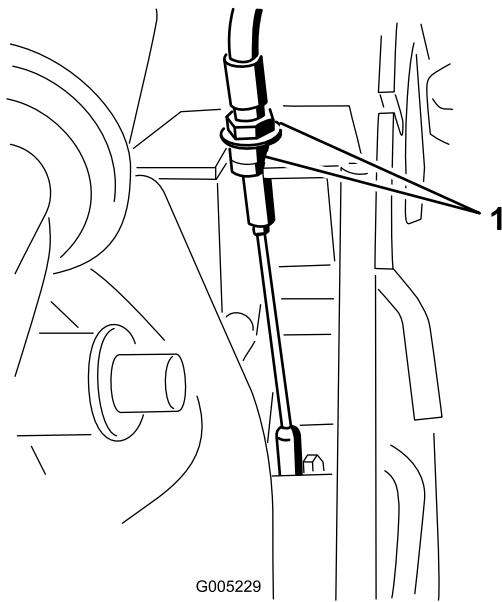

Figure 25
1. Si la tondeuse n'avance pas automatiquement, tournez les écrous du câble de transmission de 1/2 tour dans le sens horaire pour tendre la courroie (Figure 25).
2. Si la tondeuse a tendance à avancer, tournez les écrous du câble de transmission de 1/2 tour dans le sens anti-horaire pour détendre la courroie (Figure 25).